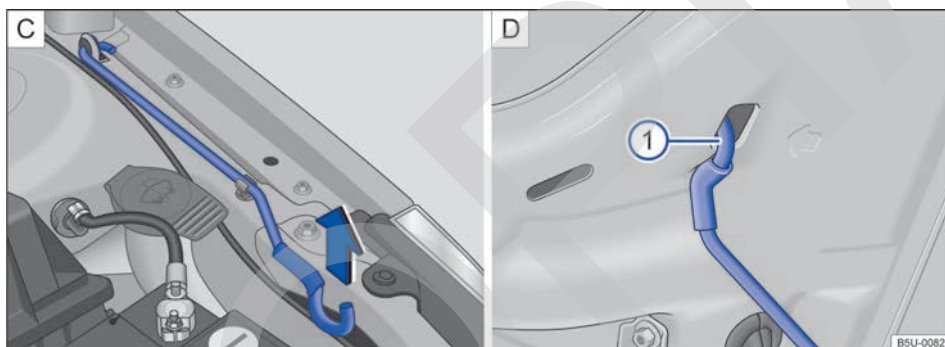

Fig. 152 **C** Varilla de sujeción de la tapa del compartimento del motor. **D** Tapa del compartimento del motor apoyada en la varilla de sujeción.
- Retirar la varilla de sujeción del soporte en el sentido de la flecha → **fig. 152 C** y colocarla en la abertura de la tapa del compartimento del motor → **fig. 152 1 D**.
- Retirar la varilla de sujeción del orificio → **fig. 152 1 D** y encajarla en el soporte del cierre → **fig. 152 C**.